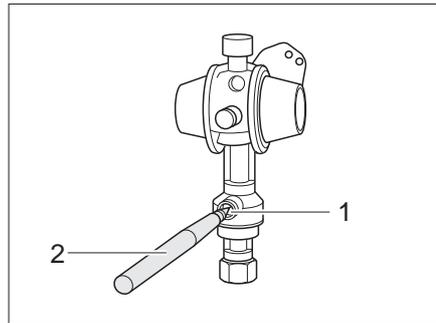

Bild 92 Crash-Sensor
- Mit einem Stift (Bild 92,2) den Entsicherungsknopf (Bild 92,1) mehrere Sekunden eindrücken.